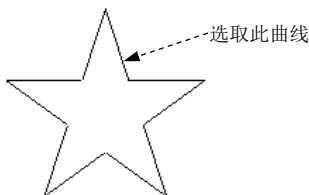

图 14.2.4 加工区域
Step2. 设置加工区域。在图形区中选择图 14.2.4 所示的曲线，然后单击 按钮，完成加工区域的选择，同时系统弹出“线切割刀具路径-外形”对话框。